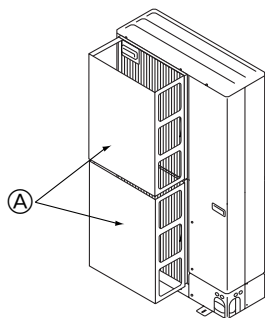

Fig. 2-15
① Установите дополнительную решетку выходного отверстия и основной воздуховод, если прибор установлен в месте, где сильный ветер от тайфуна и др. может попадать непосредственно в вентиляционную решетку. (Fig. 2-15)